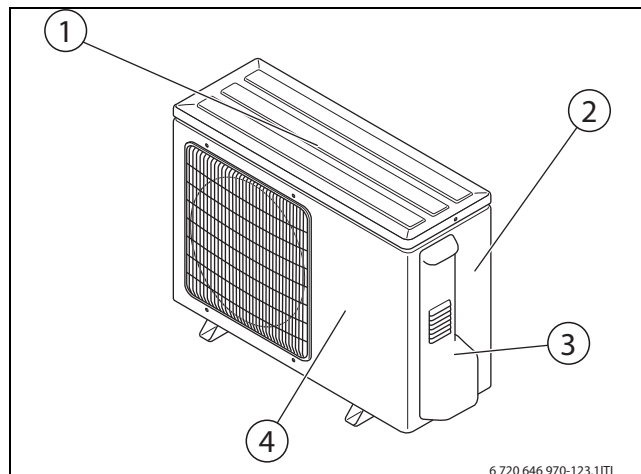

Bild 73 Verkleidung der Außeneinheit abnehmen
- Serviceabdeckung abnehmen (→ Bild 73, Seite 78).